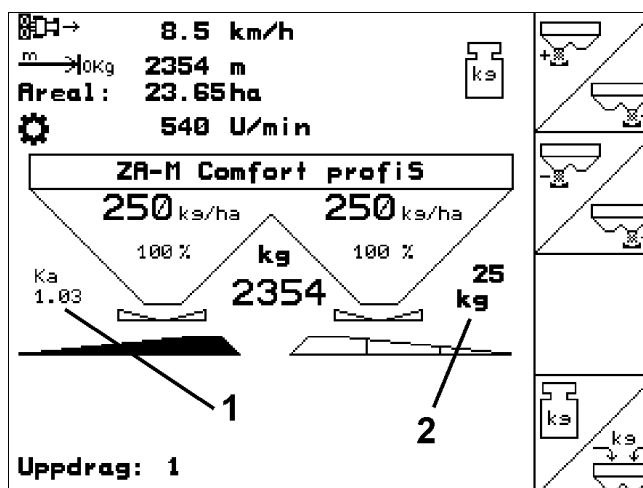

Fig. 43
- Momentan kalibreringsfaktor (Fig. 43/1).
- Utspridd gödselmängd efter sista Online-kalibrering (Fig. 43/2).